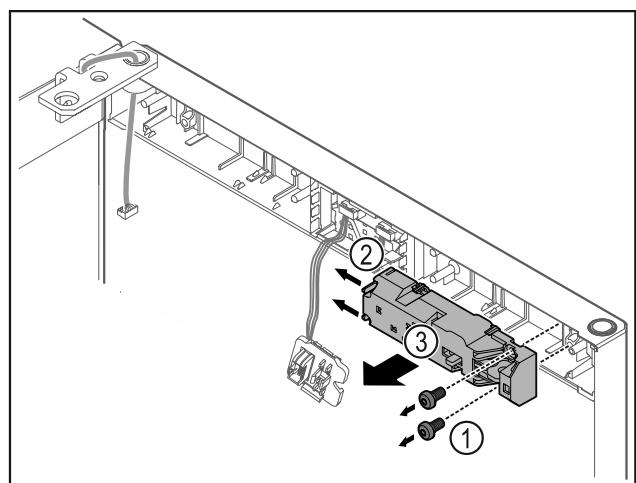

Fig. 23
- Išsukite varžtus Fig. 23 (1).
► Paspauskite fiksavimo iškyšas Fig. 23 (2) į šoną ir nuimkite nuotolinį užraktą Fig. 23 (3).